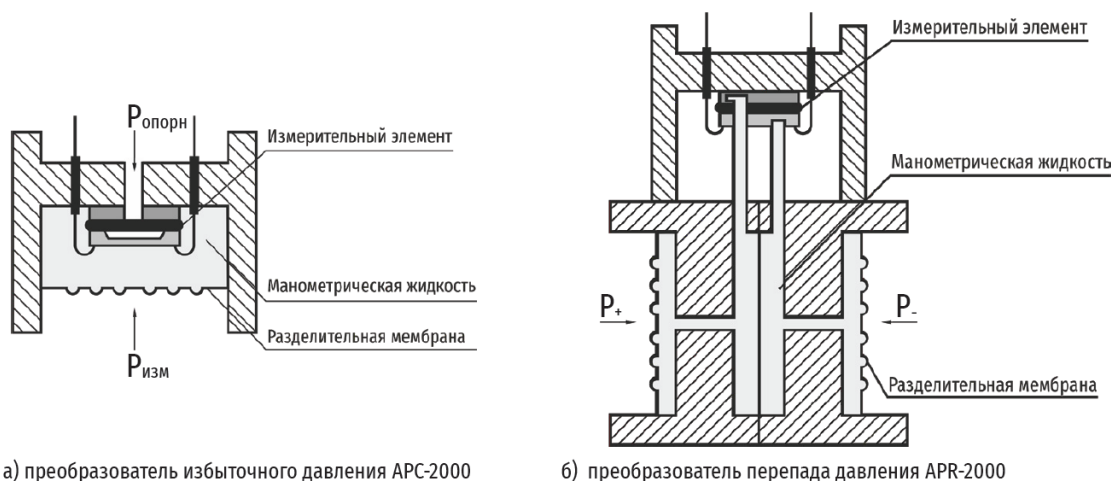

Рисунок 1 - Общая схема измерительных модулей
1.4.3 Для отделения пьезорезистивного модуля (кроме APR-2000G) от воздействия среды измерения, давление на него передается через разделительную мембрану из нержавеющей стали и манометрическую жидкость (рисунок 1). В преобразователях APR-2000G измеряемая среда воздействует непосредственно на измерительную кремниевую мембрану.